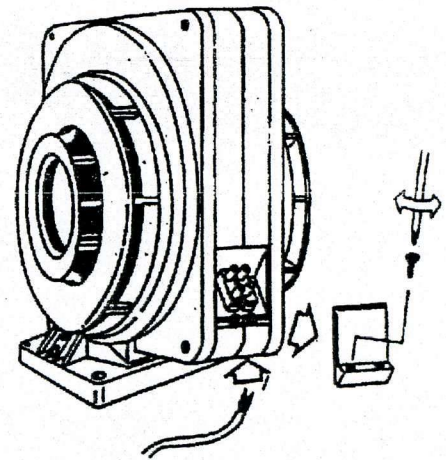

Fig. 4
- 4) Effettuare il collegamento elettrico (Fig. 4).
- 4) Before going on assembling the unit on the flange, carry out the connection to the feed net (Fig.4).
Vor de Montage des Gerätes auf dem Flansch soll der Anschluss an der Speiseleitung durchgeführt werden (Bild. 4).
- 4) Procéder au branchement électrique (Fig. 4).
- 3) Sluit het elektriciteitsnoer aan en zet het snoer met behulp van de trekontlasting vast (Fig. 4)